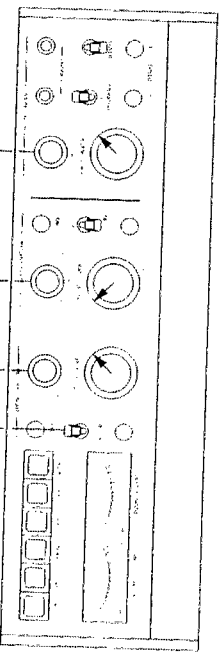

Fig. 6.4-2
- Schaltungspegel messen nach Fig. 6.4-2
- Anschluss AUX INPUT (48) beide VU-Meter angeschlossen
- REC-R (22) auf ON mit beiden VU-Meter lesen
Adjust operating controls as per Fig. 6.4-2